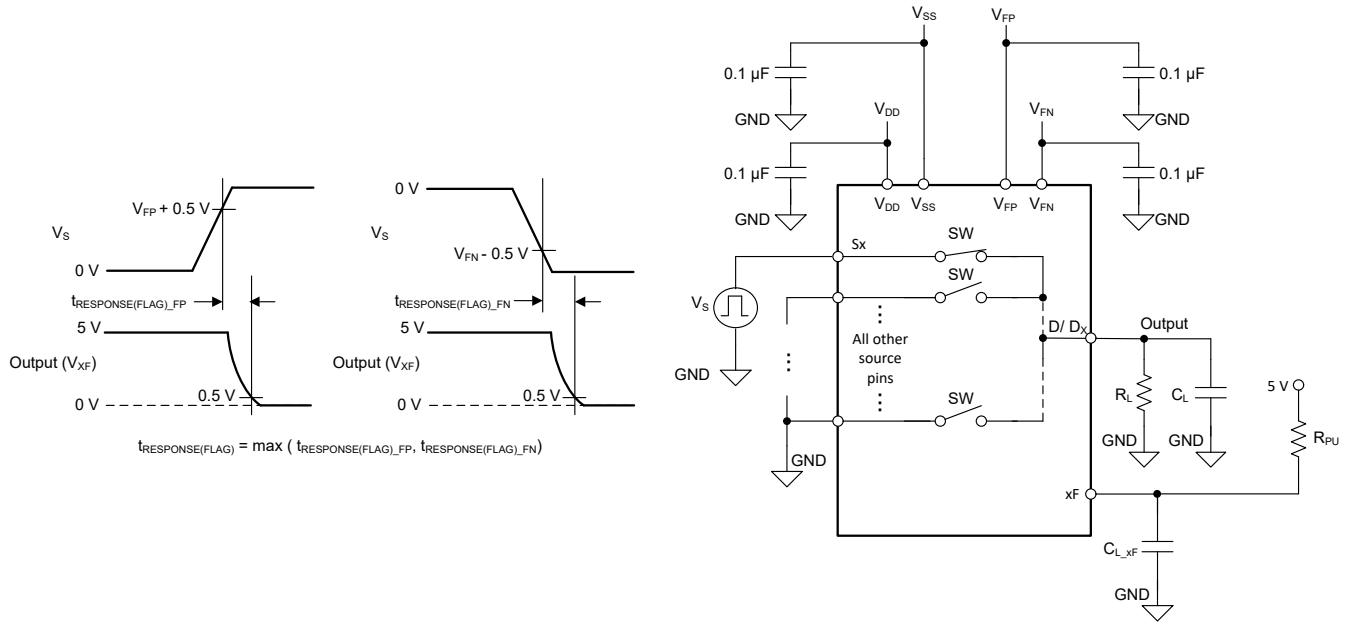

图 8-11. 故障标志响应时间测量设置
故障标志响应时间 ($t_{\text{RESPONSE(FLAG)}}$) 可测量电源电压超出故障电源电压 (V_{FP} 或 V_{FN}) 的值大于 0.5V, 与通用故障标志 (FF) 引脚或特定故障标志 (SF) 引脚低于其原始值 10% 之间的延迟。图 8-11 展示了用于测量 $t_{\text{RESPONSE(FLAG)}}$ 的设置。